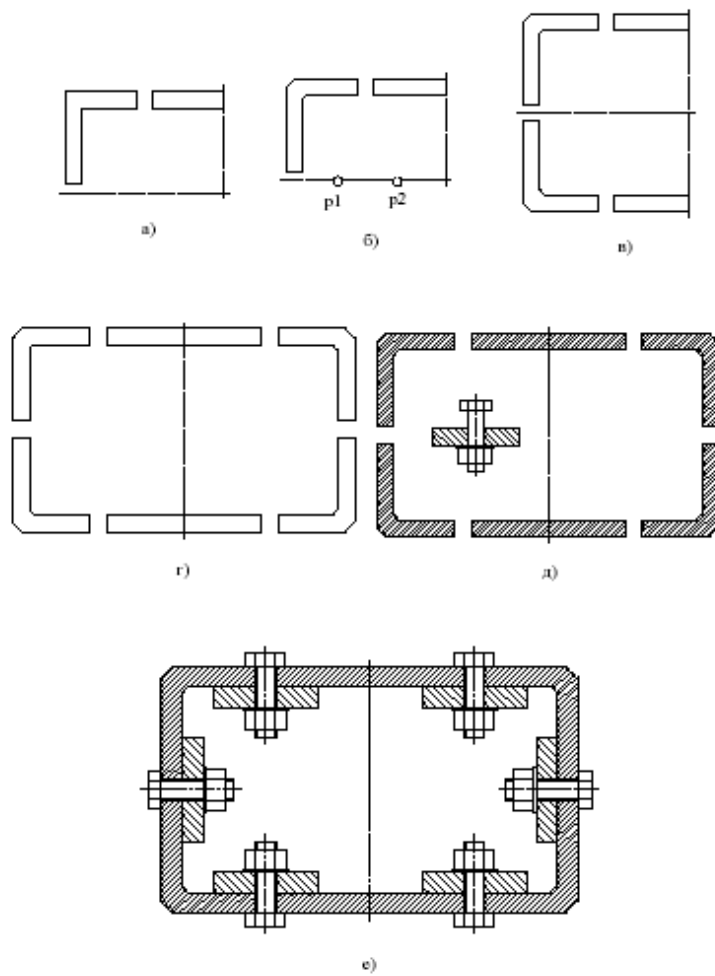

Рис. 1. Последовательность выполнения задания
2. Изобразить четвертую часть корпусной детали (рис. 1, а).
3. Выполнить изображение фаски (рис. 1, б). Выбрать отрезки, между которыми строится фаска.
4. Построить симметричные изображения четверти (рис. 1, в), а затем половины корпусной детали (рис. 1, г).
6. Вставить из библиотеки стандартных графических объектов изображение соединения болтом. В окне **Болт Гайка Шайба** задать диаметр и высоту пакета (рис. 1, б).
7. Изобразить пластину в разрезе с углом штриховки  $135^{\circ}$  (рис. 1, д).
8. Вставить изображения болтом в соответствующие места сборочного чертежа с различным углом вставки (рис. 1, е).